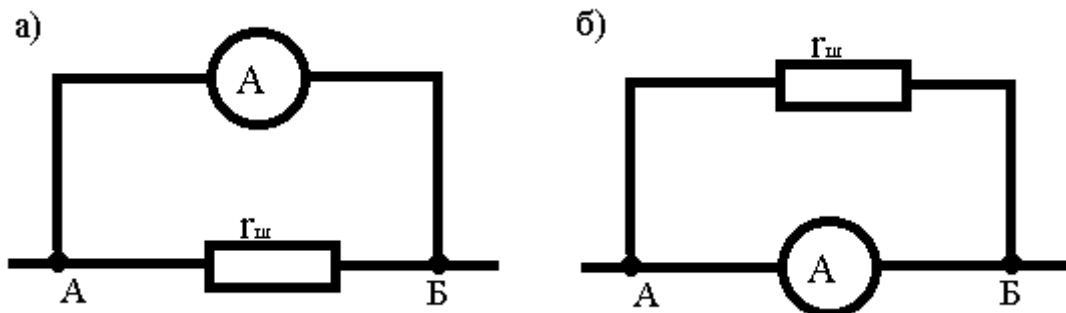

Рис. 5
15. Амперметр рассчитан на ток  $50 \text{ ма}$ , сопротивление прибора  $r_A = 0,8 \text{ ом}$ . Определить сопротивлении шунта для измерения тока до  $10 \text{ а}$ . Как изменится ток, протекающий по амперметру, при не правильном подключении сопротивления шунта (рис. 5) и сопротивлении контактов  $r_k = 0,002 \text{ ом}$ .
1. Правильным включением является такое, когда в разрыв цепи измеряемого тока включен шунт, а параллельно ему прибор (рис. 5,а). При этом: